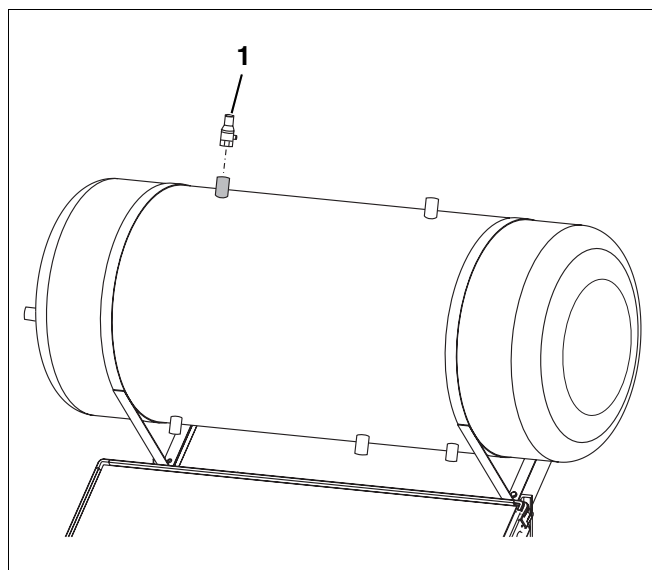

Fig. 25 Montaje de la válvula de seguridad en el lado solar
- ▶ Monte la válvula de seguridad del lado solar (2,5 bar) en la parte superior del acumulador (fig. 25, **pos. 1**).